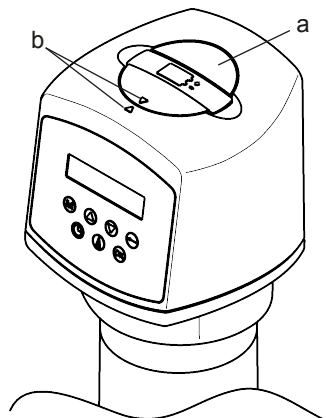

Abb. 7: Batteriewechsel
5. Batterieabdeckung wieder schließen. Auf korrekte Lage der Pfeilmarkierungen achten (siehe Abbildung 7).